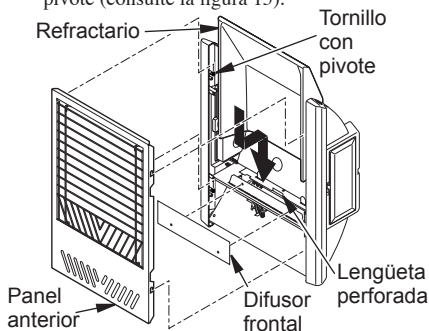

Figura 15 - Retiro del panel anterior y del refractario del calentador
1. Levante el refractario con cuidado y colóquelo en el calentador. Tenga cuidado de no dañar el refractario. Asegúrese de que el refractario descanse detrás de la lengüeta perforada. (consulte la figura 15). Si el refractario está dañado, llame al número telefónico que aparece en la sección *Piezas de repuesto*, en la página 21.
2. Instale un difusor frontal como se muestra en la figura 15.
3. Instale el panel anterior del calentador encajando las ranuras de cada lado en los tornillos con pivote (consulte la figura 15).